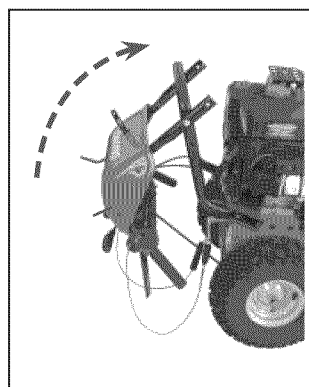

Figura 4A. Conjunto de la manija superior
2. Gire el conjunto del asa superior (Figura 4A) hacia arriba.
7. Apriete las tuercas superiores e inferiores en el asa con una llave de cubo o alargada de 1/2 pulg (Figura 4A).